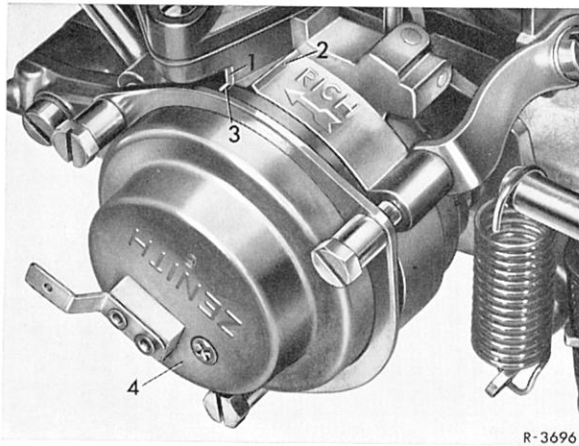

Bild 00-14/6
Bei diesen Motoren sind die Starterdeckel bei neuen Fahrzeugen bis 5000 km (3000 miles) um 5 mm vorgespannt. Hier dient die Kante (1) als Einstellmarkierung (Bild 00-14/6).